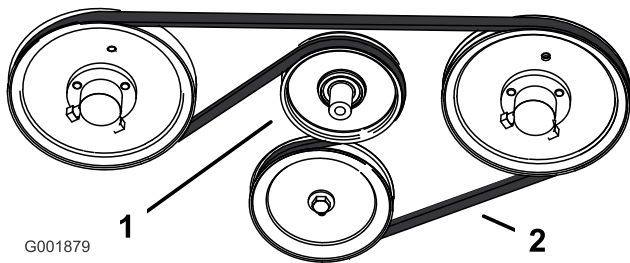

Figura 69
3. Para volver a colocar la correa, tire hacia abajo de la polea tensora tensada con muelle, y retire la correa de tracción de las poleas del motor y de la bomba hidráulica (Figura 69). Retire la correa entre las poleas.
4. Instale la correa nueva alrededor de las poleas del motor y de la bomba hidráulica (Figura 69).
5. Tire hacia abajo de la polea tensora tensada con muelle y alinéela debajo de la correa de tracción. Libere la presión en la polea tensora tensada con muelle (Figura 69).